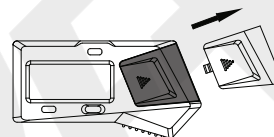

Abb.1
- Entfernen Sie die Batterieabdeckung (Abb. 1).